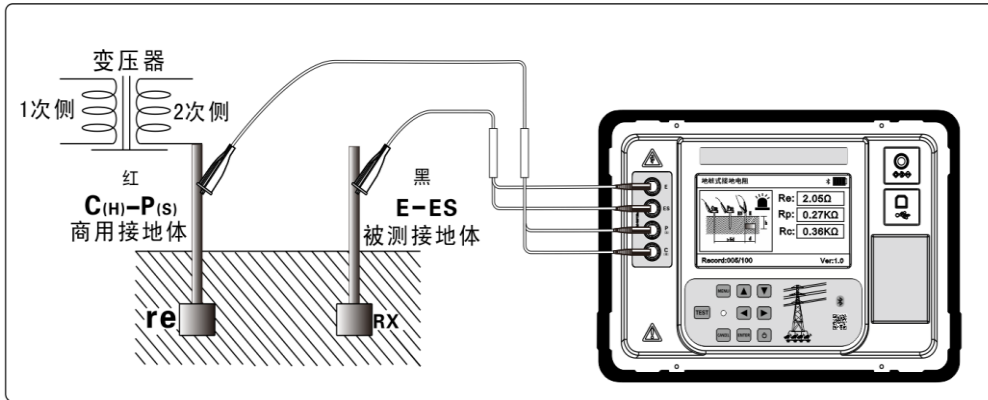
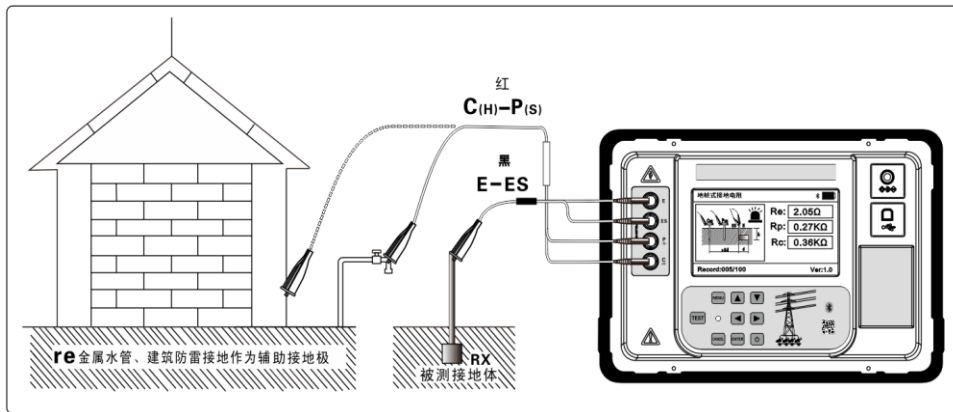

图 9（二线简易测试接地电阻示意图）
图 10（二线简易测试接地电阻示意图）
二线测试：此方法是不使用辅助接地棒的简易测量法，利用现有的接地电阻值最小的接地极作为辅助接地极，使用 2 条简易测试线连接（即 C(H)-P(S) 接口短接、E-ES 接口短接）。可以利用金属水管、消防栓等金属埋设物、商用电力系统的共同接地或建筑物的防雷接地极等来代替辅助接地棒 C(H)、P(S)，测量时注意去除所选金属辅助接地体连接点的氧化层。接线如下图 9 图 10，仪表操